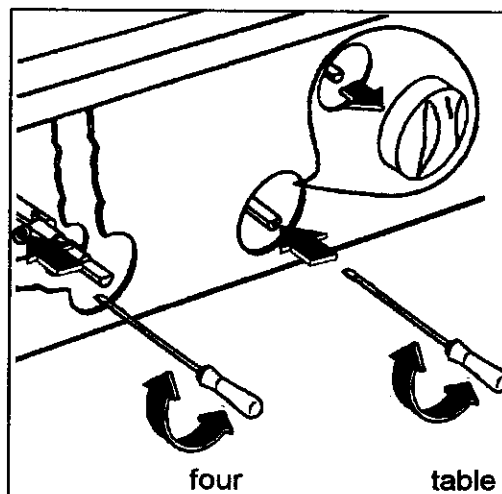

fig.9
4. Dévissez ou vissez la vis pointeau (fig. 9) jusqu'à l'obtention d'une flamme très courte mais stable pour le gaz naturel. Pour le gaz butane - propane, vissez totalement la vis dans le sens des aiguilles d'une montre.
4. Dévissez ou vissez la vis pointeau (qui se trouve dans l'axe du robinet fig. 9) jusqu'à l'obtention d'une flamme très courte mais stable pour le gaz naturel. Pour le gaz butane - propane, vissez totalement la vis dans le sens des aiguilles d'une montre.